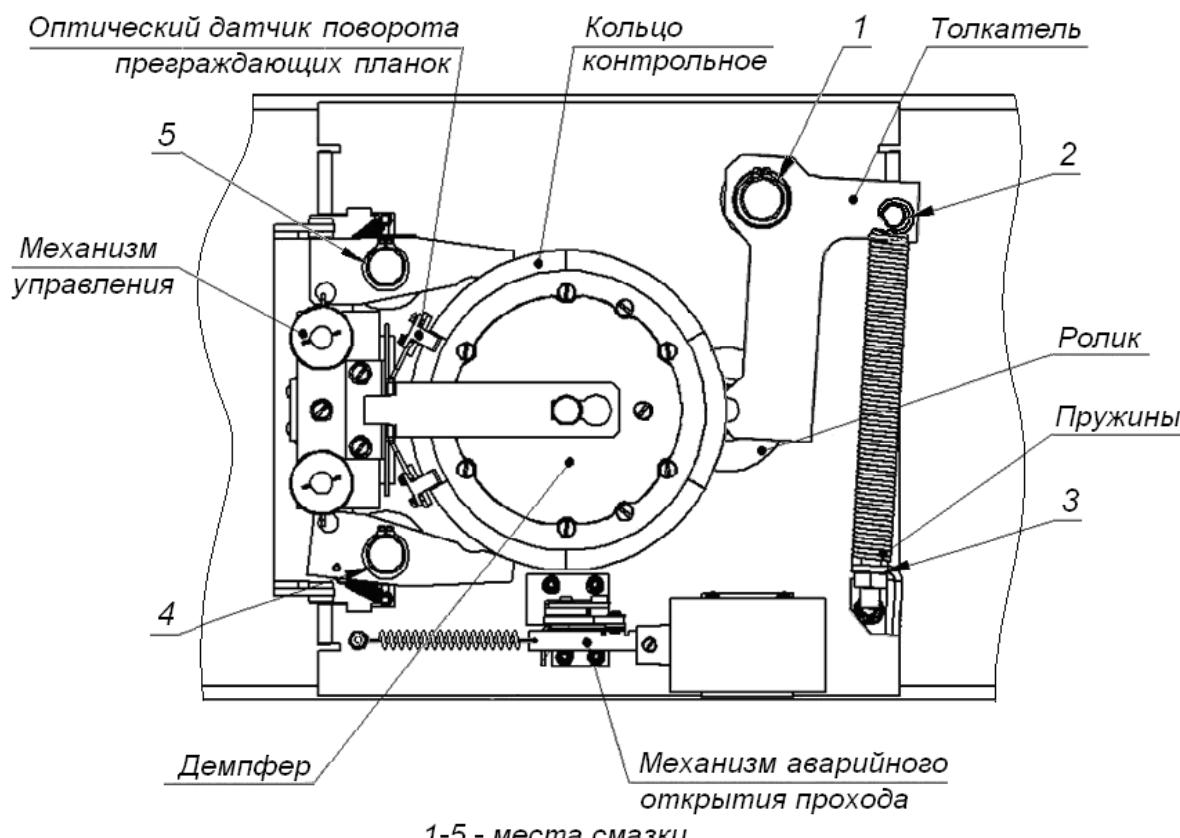

Рисунок 14. Расположение внутренних деталей и узлов стойки ЭП
5. Осмотрите устройство доворота (толкател, пружины и ролик), оптические датчики поворота преграждающих планок и демпфирующее устройство (см. рис. 14).
- смазкой типа **Chain and Rope Lube Spray - WEICON** оси вращения рычага толкателя (1, рис. 14) ролика и стопоров (4, 5, рис. 14);
- смазкой ШРУС-4 точки крепления пружин доворота (2, 3, рис. 14).
9. Проверьте крепление преграждающих планок (4) в шарнирных узлах турникета и, при необходимости, подтяните крепежные винты.